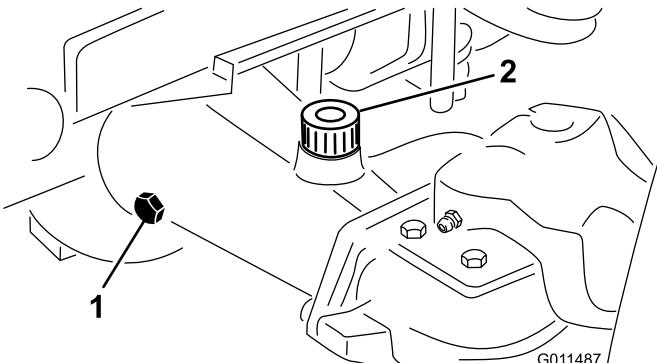

Figure 13
- Enlevez un bouchon de contrôle à une extrémité du pont arrière (Figure 13) et vérifiez que le lubrifiant atteint la base de l'orifice. Si le niveau est trop bas, enlevez le bouchon de remplissage (Figure 13) et ajoutez suffisamment de lubrifiant pour rectifier le niveau.